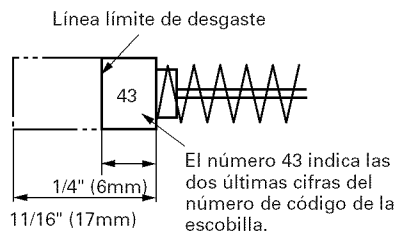

Fig. 53
(1) Afloje la tuerca de 8mm y apriete los dos tornillos de fijación hexagonales de 8mm hasta que la herramienta funcione suavemente, sin flojedad.
(2) Apriete adecuadamente la tuerca de 8mm después de haber finalizado este ajuste.
3. Inspección de las escobillas (Figs. 53 y 54)
Por lo tanto, inspeccione periódicamente las escobillas y reemplácelas cuando se hayan desgastado hasta la línea límite mostrada en la Fig. 53.